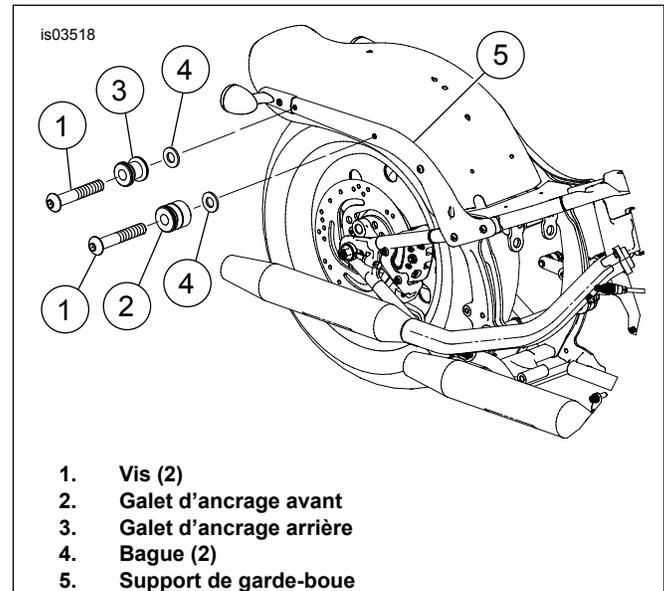

Figure 1. Visserie existante (avec galets d'ancrage)
2. *Galets d'ancrage déjà installés* : Voir Figure 1. Retirer les vis (1), le galet d'ancrage avant (2), le galet d'ancrage arrière (3) et les bagues (4) du support de garde-boue (5). Jeter les vis, mais conserver les galets d'ancrage et les bagues pour l'installation du kit. *Galets d'ancrage non installés précédemment* :